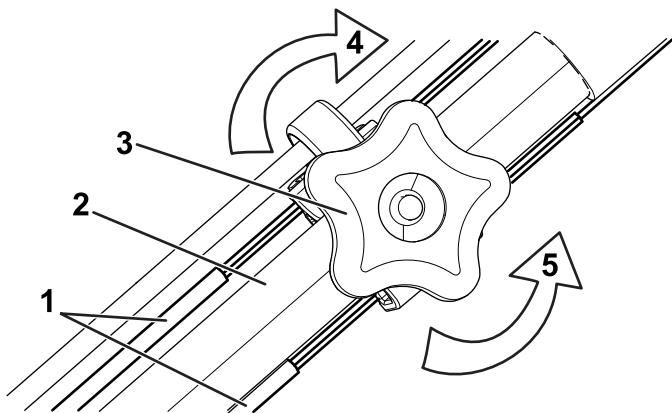

図 29
2. 両方のケーブル図 29を押し引きして適當なテンションに調整できたら、両方が同じ長さになるようにしてその位置に保持する。
1. 調整ねじを左に回してケーブルの調整をゆるめる図 29。